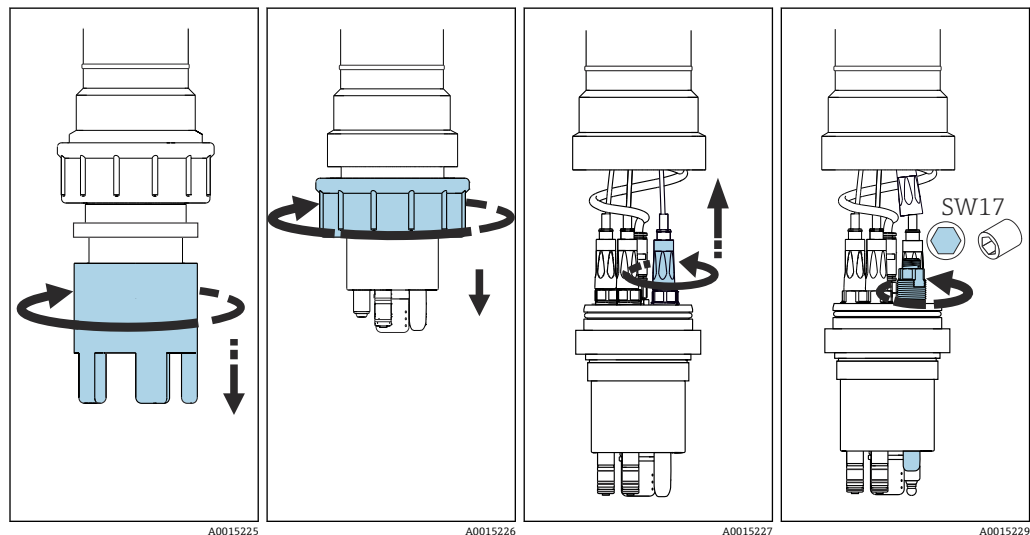

図 2 保護ガードの取外し 図 3 カップリングナットの取外し 図 4 ケーブルの取外し 図 5 電極の取外し
1. 保護ガードを緩めて外します(→ 図 2, 図 10)。